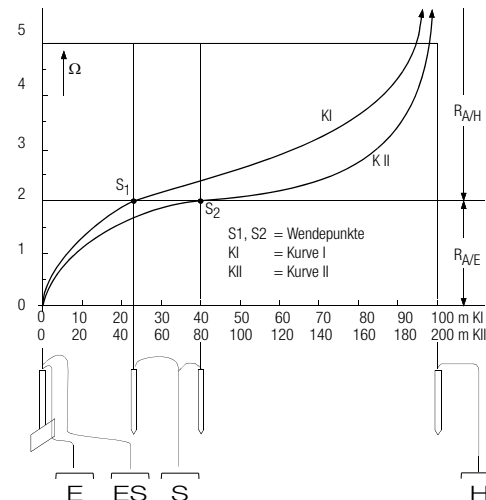

Bild 6 Messen des Erdungswiderstandes einer ausgedehnten Erdungsanlage
In diesem Fall verfahren Sie wie in Bild 6 Seite 21 dargestellt.
- Die gemessenen Widerstände werden tabellarisch und anschließend grafisch, wie in Bild 6 Seite 21 dargestellt aufgetragen (Kurve I).
Diese weitere Widerstandskurve ist mit geänderten Abszissen-Maßstab so in das erste Diagramm einzutragen, dass beide Hilfserderstandorte zusammenfallen. Mit dem Wendepunkt S2 kann der zuerst ermittelte Ausbreitungswiderstand kontrolliert werden (vgl. Bild 6 Seite 21).